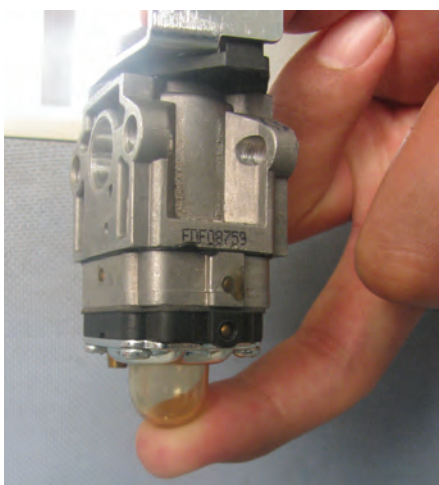

Fig 6
- Bombee 3 a 5 veces hasta ver combustible. Fig.6.